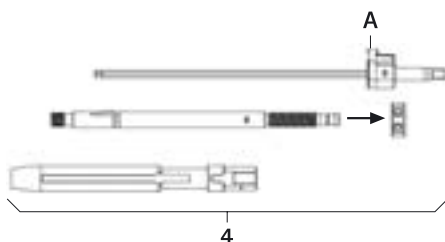

Fig. 2
- Smontare la leva di riduzione 4, vedere Fig. 2: premere forte il pulsante **A** e rimuovere il cacciavite FW234R.